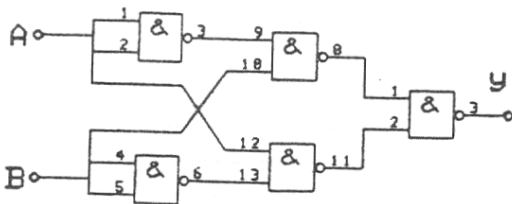

图 1.3
(1). 用 74LS00、按图 1.3、1.4 接线, 将输入输出逻辑关系分别填入表 1.3、表 1.4 中,